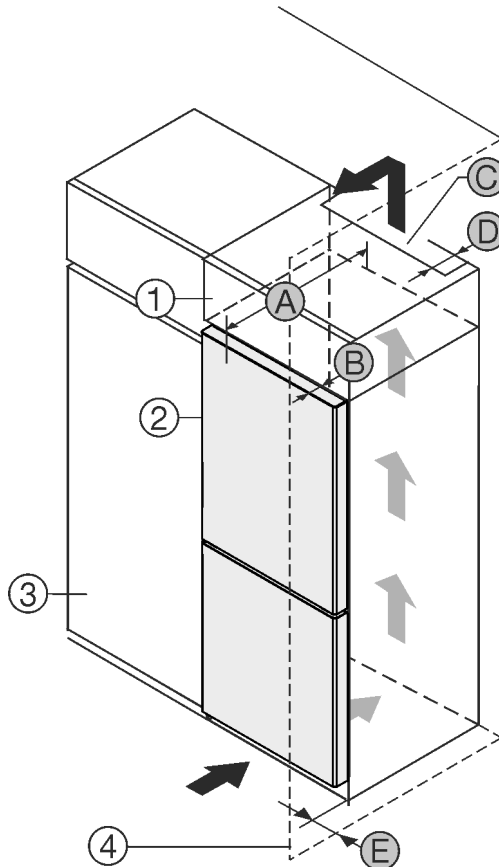

Fig. 1
Ju mund ta instaloni pajisjen direkt ngjitur me dollapin e kuzhinës Fig. 1 (3).
Në faqen e pasme të dollapit së montimit duhet të ketë një hapësirë ajrimi me thellësi Fig. 1 (D) në të gjithë gjerësinë e dollapit të montimit.
Nën mbulesën e hapësirës duhet respektuar seksioni tërthor i qarkullimit të ajrit Fig. 1 (C).
Nëse instaloni pajisjen me mentesha pranë një muri Fig. 1 (4), atëherë duhet që distanca midis pajisjes dhe murit të jetë të paktën 13 mm .
Nëse instaloni pajisjen me mentesha pranë një muri Fig. 1 (4), atëherë duhet që distanca midis pajisjes dhe murit të jetë të paktën 20 mm .
Në mënyrë që dera të mund të hapet plotësisht, duhet që pajisja të dalë jashtë përpara kanatit të dollapit të kuzhinës sa thellësia e derës Fig. 1 (B). Në varësi nga thellësia e dollapëve të kuzhinës Fig. 1 (3) dhe përdorimi i ruajtësve të distancës nga muri, pajisja mund të dalë më shumë përpara dollapit.